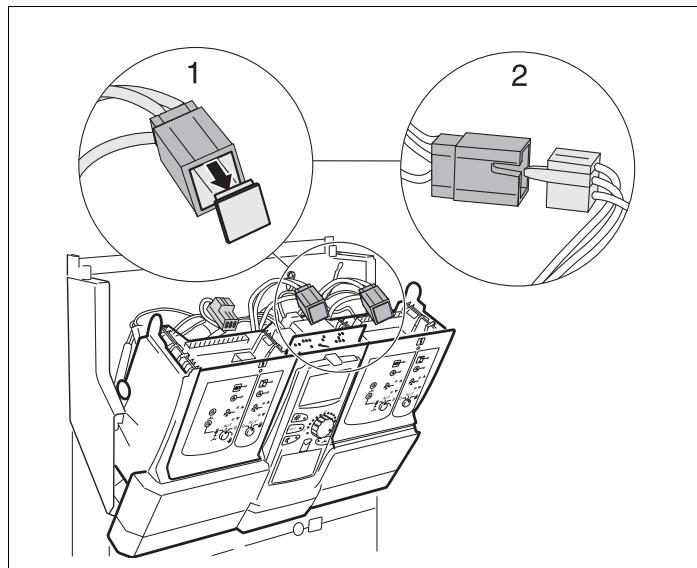

Рис. 8 Подключение разъема 2 к электросети
- Удалите заглушку (\rightarrow рис. 8, [1]) трехполюсного штекера (на жгуте проводов).
- Вставьте соединительный штекер (230 В) модуля в трехполюсный штекер (\rightarrow рис. 8, [2]).